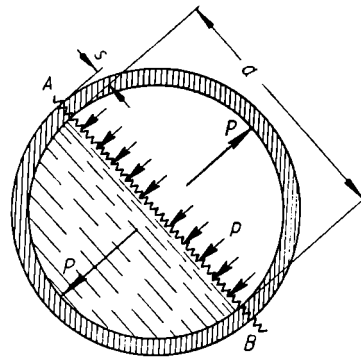

Bild 197
9. Eine Hohlkugel vom Innendurchmesser d und der Wanddicke s (Bild 197) ist einem inneren hydrostatischen Druck p Überdruck ausgesetzt. Welche Zugspannung hat die Wand aufzunehmen?